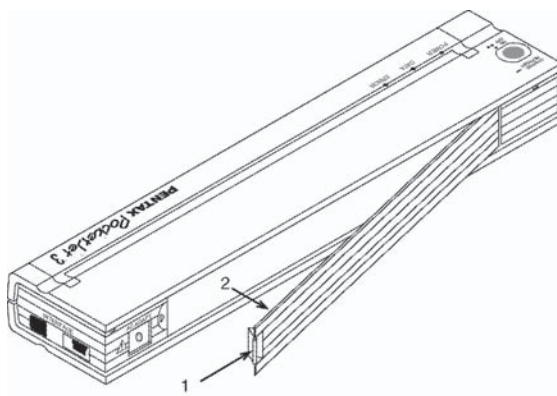

FIGURE 10. Ouverture du compartiment de la batterie
1. Ouvrez le compartiment de la batterie en appuyant sur le verrou du couvercle. Ôtez le cache de la prise de l'adaptateur secteur. Consultez la Figure 10.